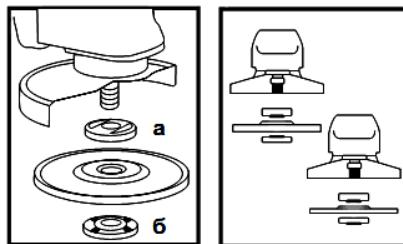

Рисунок 2
4.4 Встановіть на виріб шліфувальний або відрізний круг. Для цього натисніть на кнопку фіксації шпинделя (1) і поверніть його до такого положення, при якому він зафіксується. За допомогою вілочного ключа з комплекту виробу відверніть і зніміть затискну гайку (6) (дивіться рисунок 2). Встановіть шліфувальний диск на посадкове місце фланцевої шайби (а) (рисунок 2), наживіть рукою затискну гайку на шпиндель і затягніть її ключем з комплекту приладу.